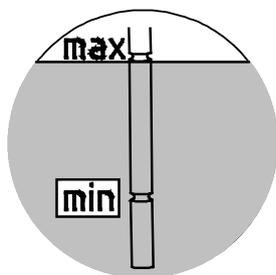

Abbildung 26: Ölstand prüfen mit Ölmesstab
- Getriebe mit Ölstandsbehälter:** Der Ölstand muss mit Hilfe der Verschlusschraube mit Peilstab (Gewinde G1¼) im Ölstandsbehälter geprüft werden. Der Ölstand muss zwischen der unteren und der oberen Markierung bei ganz eingeschraubtem Peilstab liegen (siehe Abbildung 26). Der Ölstand ist eventuell mit der entsprechenden Ölsorte zu korrigieren. Diese Getriebe dürfen nur in der im Kapitel 7.1 "Bauformen und Wartung" angegebenen Bauform betrieben werden.